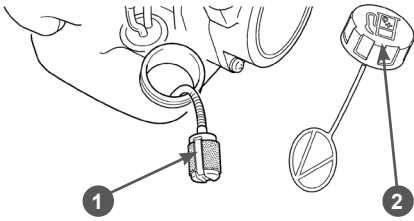

Рис. 23 Обслуживание топливного фильтра
3. Зацепите крючком топливный шланг с фильтром и вытяните фильтр через заливную горловину (Рис. 23).